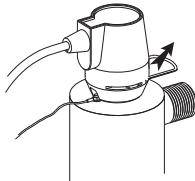

Рис. 1
3. Отключите электропитание системы. Выдвиньте коннектор с излучателем из гайки (рис. 1); возможно, понадобится отвертка. Отсоедините излучатель от коннектора (рис. 2). Не касайтесь “стеклянной” части излучателя. Предпочтительно держать излучатель за керамические изоляторы. Полностью удалите излучатель из реактора, не изгиная его, чтобы не повредить кварцевую трубку. Перед установкой нового излучателя, распакуйте его, не касаясь “стеклянной” части излучателя. Осторожно вставьте излучатель внутрь кварцевой трубы, расположенной внутри реактора (рис. 3). Опустите излучатель так, чтобы он выступал из корпуса реактора на 5 см. Присоедините коннектор к излучателю (рис. 2). Вставьте коннектор в алюминиевую гайку (рис. 4, 5). Восстановите электропитание системы.